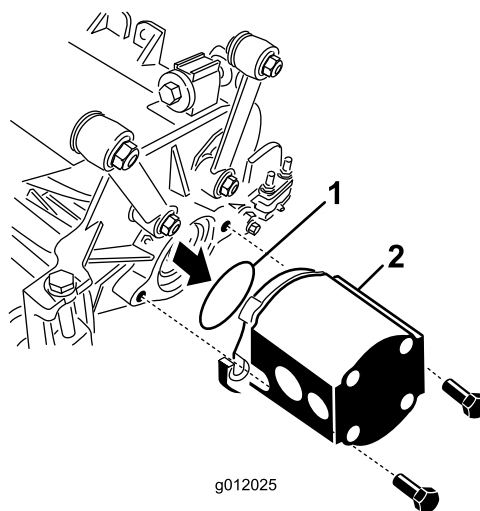

Figura 24
5. Inserte la junta tórica (suministrada con la unidad de corte) sobre la brida del motor de transmisión (Figura 24).
6. Monte el motor en el extremo de transmisión de la unidad de corte, y fíjelo con los dos tornillos suministrados con la unidad de corte (Figura 24).